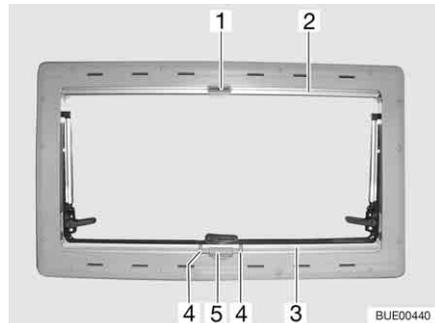

Fig. 64 Ventana abatible
- Apretar el tirador (Fig. 64,4) y tirar de la persiana oscurecedora (Fig. 64,3) de abajo hacia arriba hasta la altura deseada.
- Comprimir el asidero (Fig. 64,4). Se suelta el bloqueo.
- Llevar la persiana oscurecedora enrollable (Fig. 64,3) lentamente a su posición inicial.
- Tirar la mosquitera enrollable (Fig. 64,2) hacia abajo, hasta que choque con la persiana oscurecedora enrollable (Fig. 64,3) y el pestillo de cierre (Fig. 64,1) engatille en el bloqueo (Fig. 64,5).
- Aflojar el pestillo de cierre (Fig. 64,1).